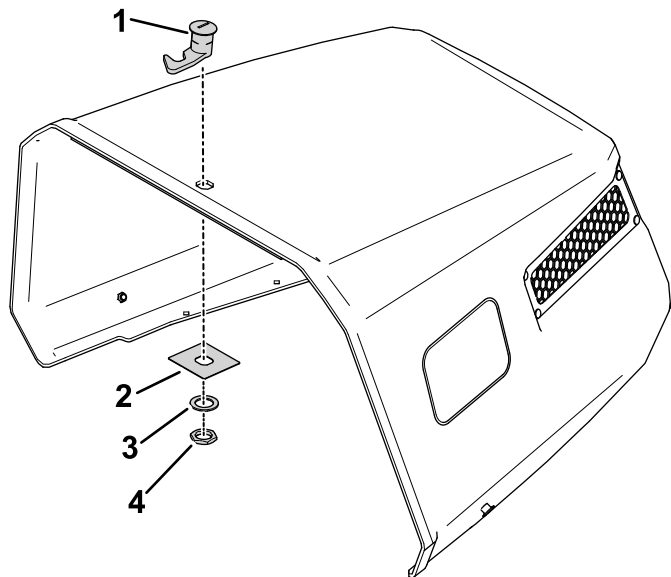

Figur 51
2. Brug låsebeslaget som skabelon til at markere og bore 2 huller ( $\frac{3}{16}$ " bor) i et centreret område på batteridækslet (Figur 51).